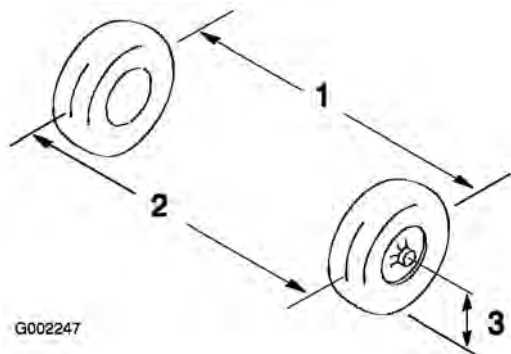

Figura 50
2. Mida la distancia entre los neumáticos delanteros a la altura del eje, en la parte delantera y trasera de las ruedas (Figura 50).